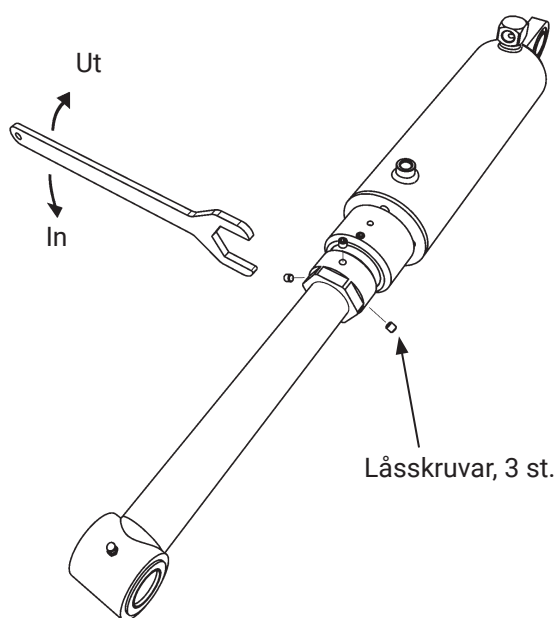

Bild 30. Justering av tiltvinkel
5. Lossa de tre låsskruvarna på den andra tilt-cylindern. Bild 30.
6. Vrid justerhylsan så att tiltcylindern passar mot infästningen på plattformen. Se Bild 30.